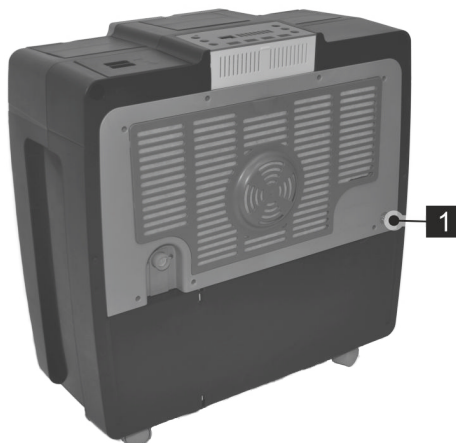

Abb. 4: Netzteil anschließen
2. ➔ Das Netzteil an der Anschlussbuchse (Abb. 4/1) am Luftbefeuchter anschließen.